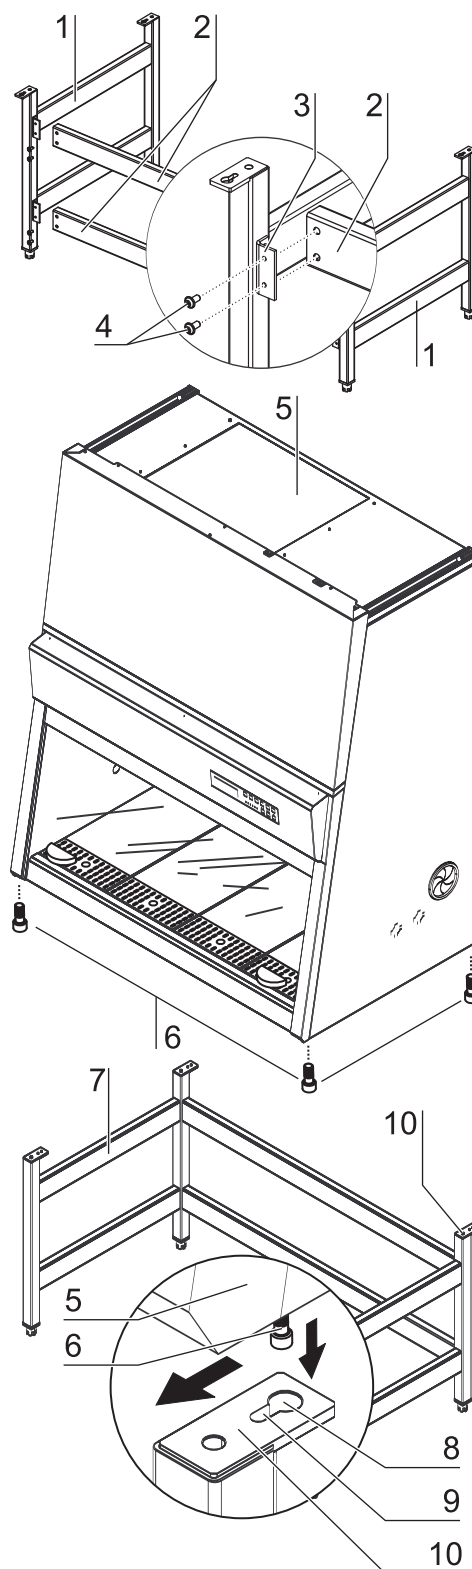

Рис. 10
1. Рис. 10: соедините оба поперечных элемента [2] с угловыми держателями [3] боковых панелей [1], затем закрепите поперечные элементы на боковых панелях винтами со стопорно-клиновыми шайбами [4].